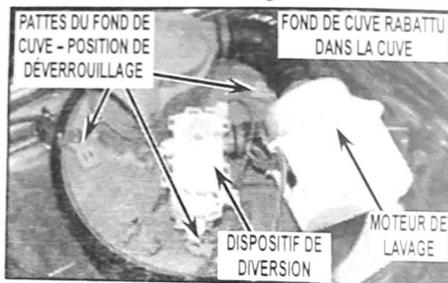

FIGURE 2
9. Depuis l'intérieur de la cuve, tirer le fond de cuve vers le haut et rabattre pour pouvoir débrancher les deux connecteurs du moteur du circuit de lavage et les deux connecteurs du dispositif de diversion. Voir la Figure 2.